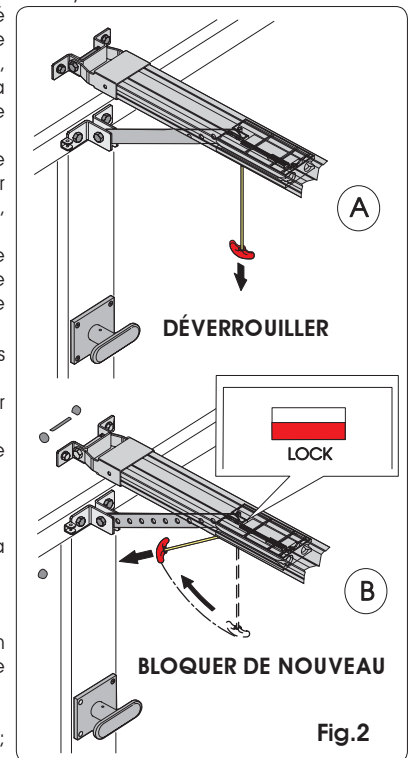

Fig.2
- Déverrouiller l'opérateur en tirant la poignée de déverrouillage vers le bas (Fig. 2 réf. A).
- Bloquer de nouveau l'automatisme en tirant la poignée horizontalement (Fig. 2 réf. B) et s'assurer qu'au relâchement, la fenêtre "LOCK" sous le chariot est de couleur rouge, confirmant le réarmement correct.